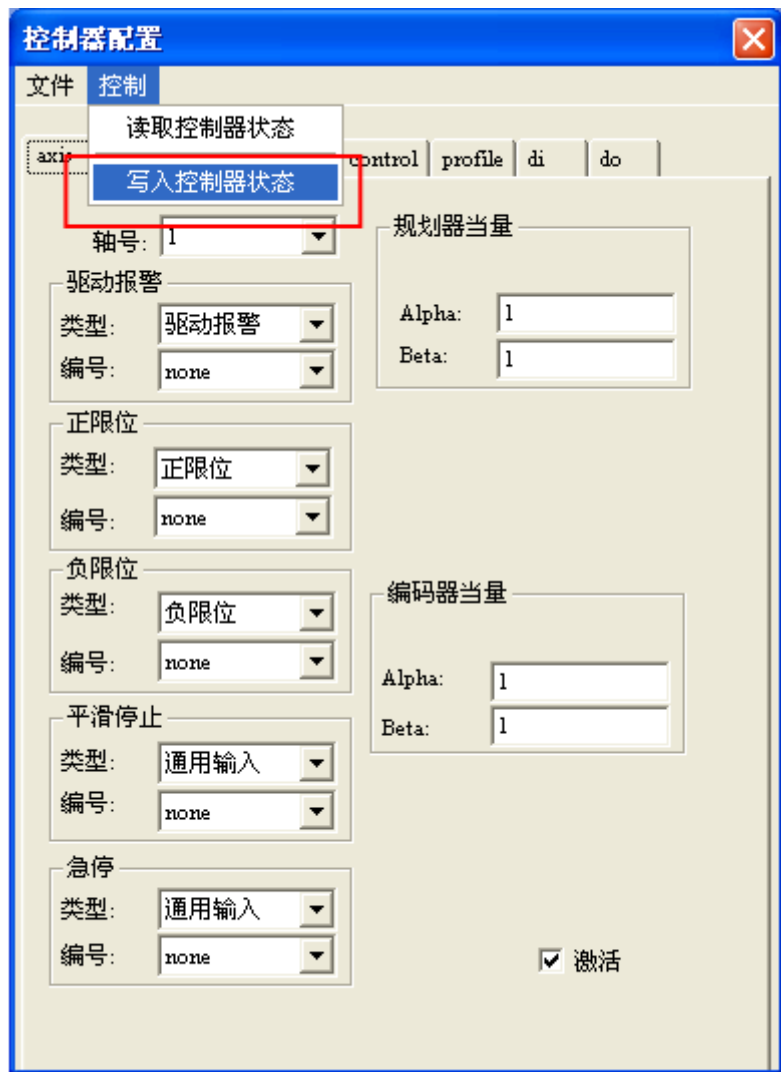

图 4-8 写入控制器状态
(5) 最后，将设置的参数写入控制器，如图 4-8 所示：
4) 最后，将设置的参数写入控制器，如图 4-8 所示。
a) 控制器存在伺服报警，此时请按图 4-6 重新进行设置并按图 4-8 写入到控制器中。